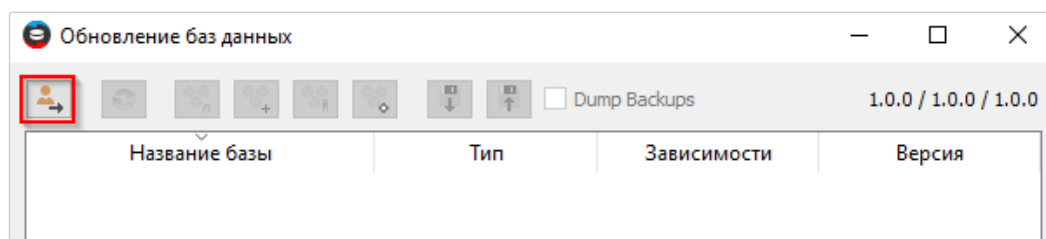

Рисунок 12. Авторизация на сервере в *Database Updater*
- а) подключиться к серверу, где располагаются базы проектов. Для авторизации на сервере нажать на кнопку в интерфейсе инструмента (см. рисунок 12);